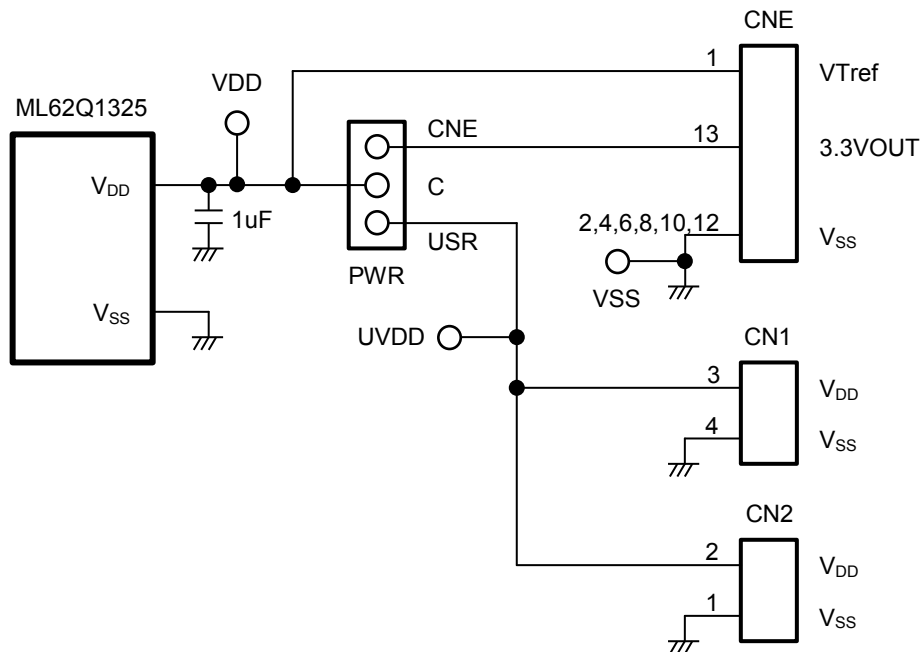

図 2 電源回路
- 1.2 ML62Q1325 Reference Board 外観図 2